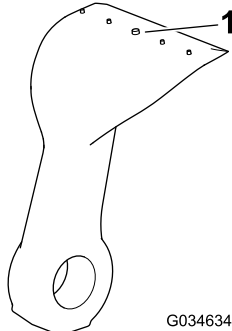

Figura 79
5. Controllate ogni lama per escludere usura eccessiva utilizzando la linea di usura (Figura 79). Quando una lama è usurata fino alla linea di usura, sostituirla.